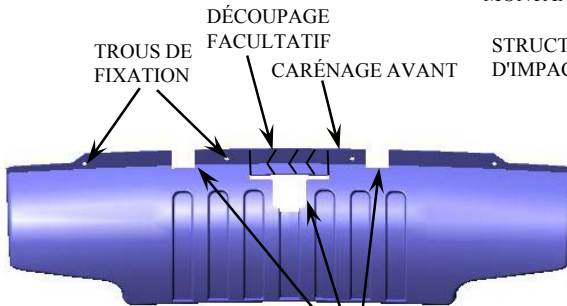

FIGURE 2
①	Qté (2)	BOULON HEXAGONAL 1/2"-13 x 1-1/2" GR5	⑤	Qté (4)	BOULON HEXAGONAL – 1/2"-13 x 1-1/4" GR5
②	Qté (6)	RONDELLE CONIQUE – 1/2"	⑥	Qté (2)	RONDELLE FREIN – 1/2"
③	Qté (2)	BLOC – 1/4" X 1-1/2" X 3"	⑦	Qté (4)	ÉCROU À LEVIER – 1/2"-13
④	Qté (2)	ÉCROUS HEX. – 1/2"-13	□	Qté (2)	ATTACHES DE CÂBLE (NON ILLUSTRÉES)
- ÔTER SIX (6) FIXATIONS DU CARÉNAGE AVANT, (QUATRE SELON LA FIGURE 2 ET DEUX DU CÔTÉ ARRIÈRE DE LA STRUCTURE D'IMPACT) À L'AIDE D'UN TOURNEVIS PHILLIP NO 2.
- OBTENIR LA PERMISSION DU CLIENT AVANT DE DÉCOUPER LE CARÉNAGE. DÉCOUPER LE CARÉNAGE SELON LA FIGURE 2. UTILISER L'ATTELAGE COMME GUIDE. **ATTENTION :** LES POINTS DE FIXATION DU PARE-CHOC NE SONT PAS CENTRÉS SUR LE VÉHICULE.